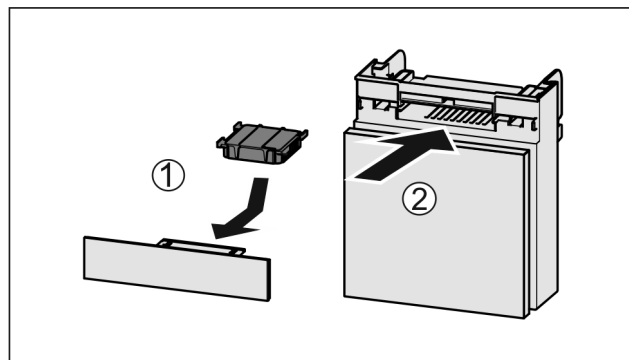

Fig. 163
- Vendosni filtrin me karbon aktiv siç tregohet në figurë Fig. 163 (1).
- Futni kutinë në vend Fig. 163 (2).